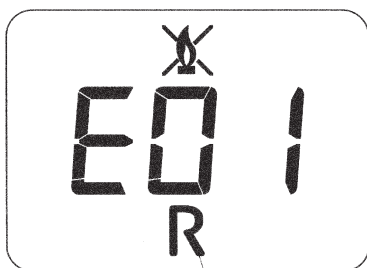

Figura 3
**IMPORTANT:** Verificați periodic ca presiunea, indicată pe manometru atunci când instalația este rece, să fie de 0,7 - 1,5 bari. În caz de suprapresiune, deschideți robinetul de evacuare al centralei, iar în caz de presiune joasă, deschideți robinetul de încărcare al centralei (figura 3).